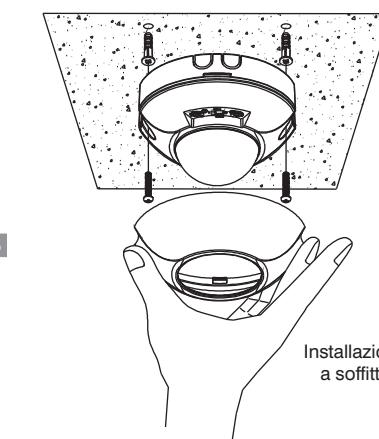

FIG. 5
• Dopo aver forato il soffitto, avvitare la base utilizzando tasselli di plastica e le viti in dotazione (FIG. 5).